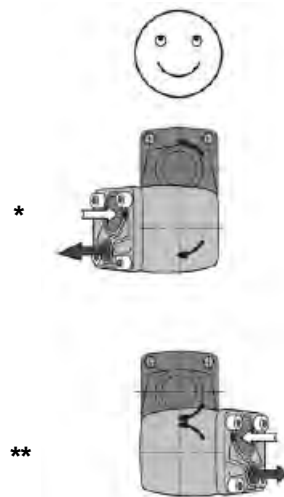

Fig. 3.
- Highest life: Pump mounted as in fig. 3.
- Längste Lebensdauer: Pumpe montiert wie in Fig. 3.
- Grande duree de vie: Pompe monté suivant fig. 3.